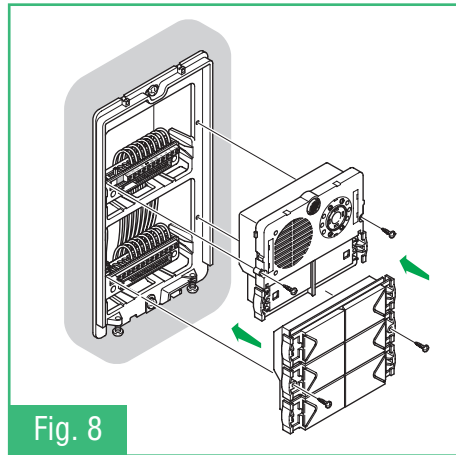

Fig. 8
- Fig. 8** Inserimento moduli
- Fig. 8** Insertion of modules
- Fig. 8** Introduction modules
- Fig. 8** Aanbrengen van de modulen
- Fig. 8** Einfügen der Module
- Fig. 8** Introducción de módulos